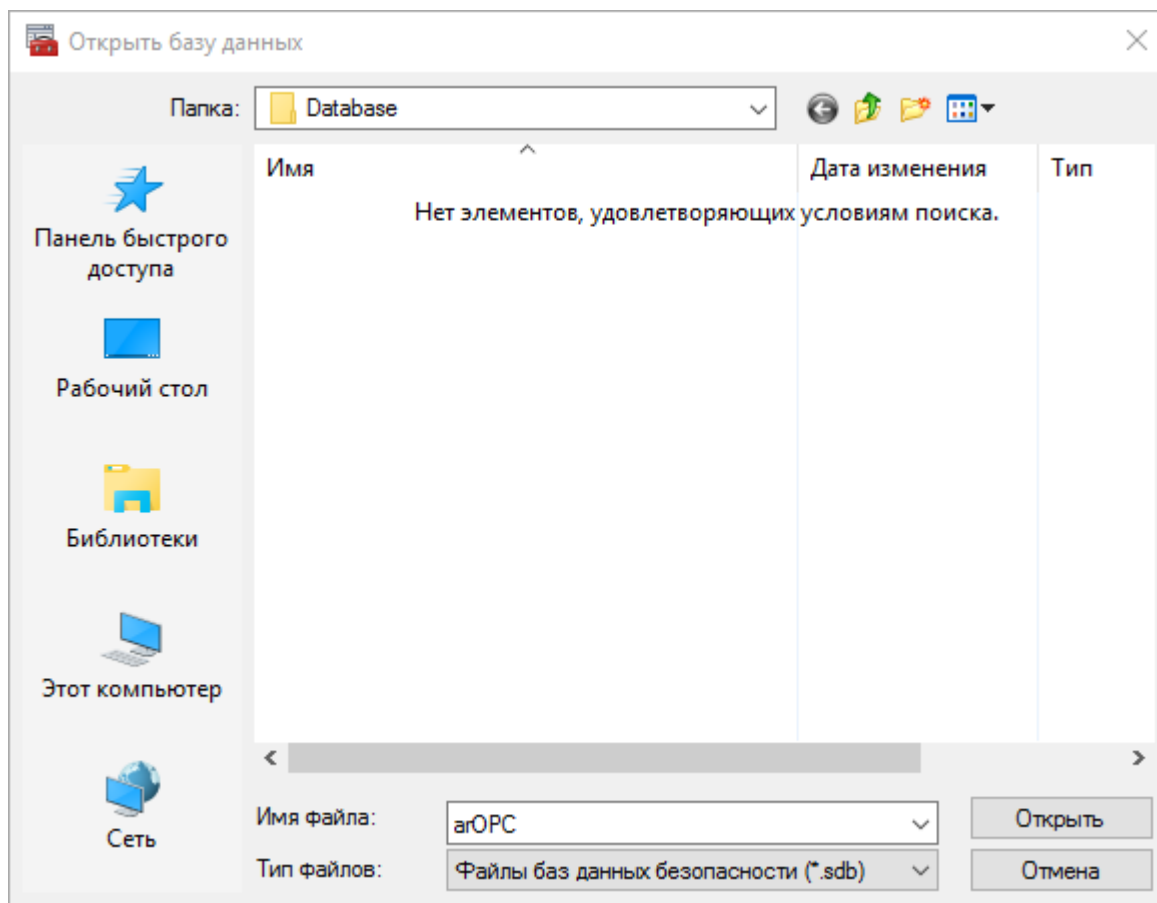

Рис. 21.8 Создание базы данных
6. В дереве перейти к узлу «Анализ и настройка безопасности» и выбрать пункт меню «Действие – Открыть базу данных...». В появившемся окне ввести имя базы данных, в нашем случае «arOPC» и нажать на кнопку «Открыть», рисунок 21.8.